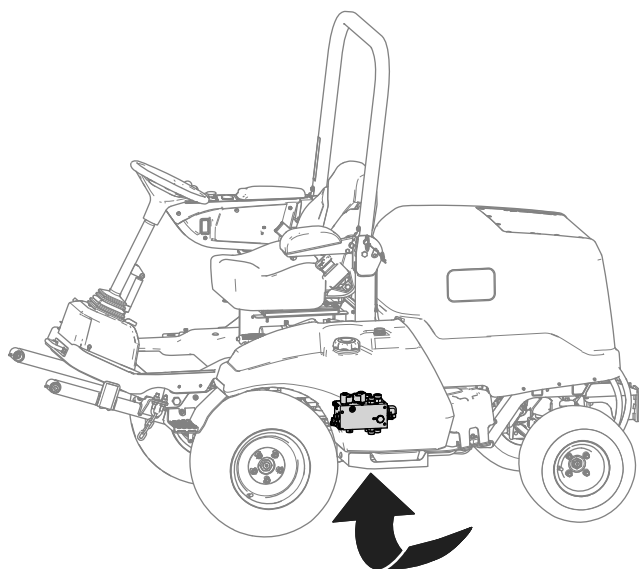

Bild 8
- A. Stellen Sie eine Auffangwanne unter den Hydraulikverteiler (in **Bild 8** dargestellt).